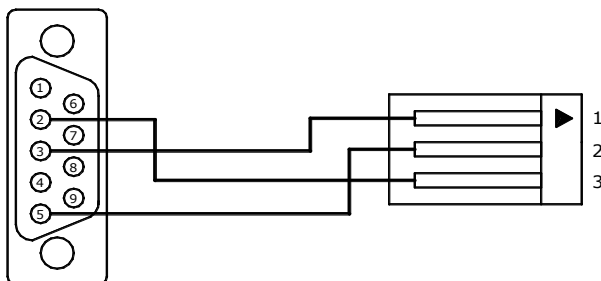

Рис. 7.6
7.6.4 Для прямого соединения «Теплосчетчик – ПК» следует использовать кабель, изображенный на рис. 7.6.